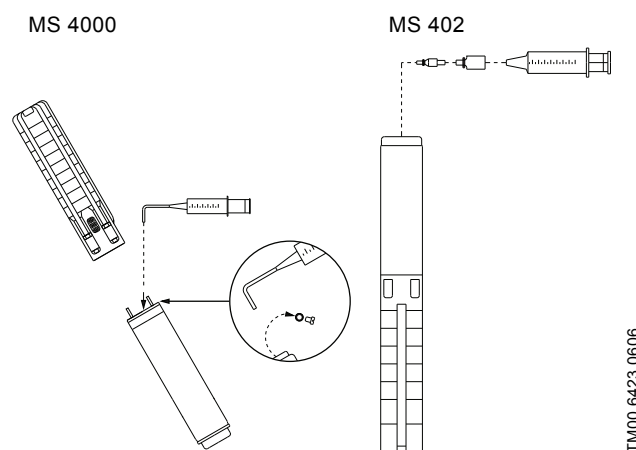

Fig. 2 Motorplacering under fyllning - MS 4000 och MS 402
1. Placera den dränkbara pumpen enligt fig. 2. Påfyllningspluggen måste befinna sig vid motorns högsta punkt.
3. Spruta in vätska i motorn med en påfyllningsspruta (fig. 2) tills vätska rinner ut genom påfyllningshålet.